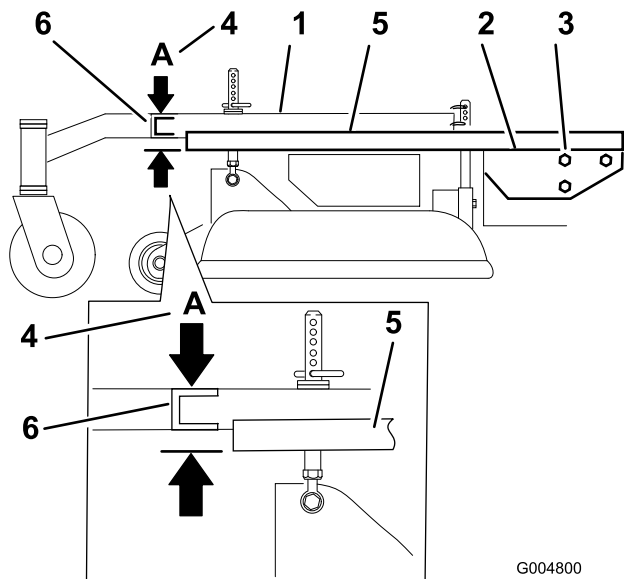

Figure 78
3. Placez une longue planche, ou autre objet similaire, parfaitement droite en haut du plancher moteur, comme illustré à la Figure 78.
4. Au niveau du tube transversal du bâti porteur, mesurez la hauteur au point **A** (Figure 78). Elle doit être égale à 33 mm (1-5/16 pouce)  $\pm$  6 mm (1/4 pouce).
6. Desserrez les boulons de montage du bâti porteur de chaque côté de la machine (Figure 78).
7. Alignez le bâti porteur et le plancher moteur à la même hauteur qu'au point **A**, c.-à-d. 33 mm (1-5/16 pouce)  $\pm$  6 mm (1/4 pouce) (Figure 78).